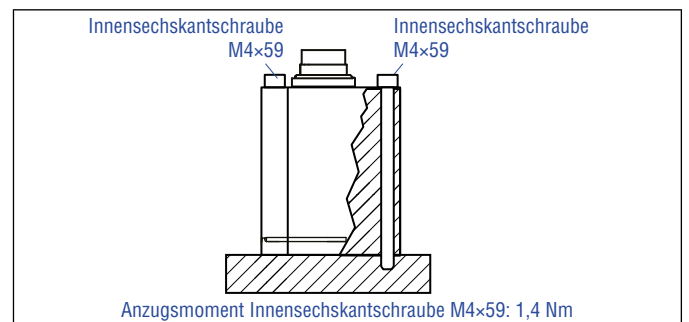

Abb. 21: Befestigung mittels Innensechskant-Schrauben M4x59
3. Montieren Sie das Sensorelektronikgehäuse über die drei Innensechskantschrauben M4x59 aus unmagnetischem Material. Anzugsmoment: 1,4 Nm (Abb. 21). Sichern Sie die Schrauben vor dem Einbau, z.B. mit Loctite 243. Entfernen Sie zuvor die drei Rändelmuttern.
2. Montieren Sie das Sensorelektronikgehäuse über drei Innensechskantschrauben M4×59 aus unmagnetischem Material an dem Sensorrohr bzw. am HFP-Profil: Anzugsmoment: 1,4 Nm (Abb. 21). Sichern Sie die Schrauben vor dem Einbau, z.B. mit Loctite 243. Entfernen Sie zuvor die drei Rändelmutter.
- Montieren Sie den Sensor über den Flansch mit den drei Innensechskantschrauben M4×59 aus unmagnetischem Material. Anzugsmoment: 1,4 Nm (Abb. 21). Entfernen Sie vor dem Anschrauben die drei Rändelmuttern.